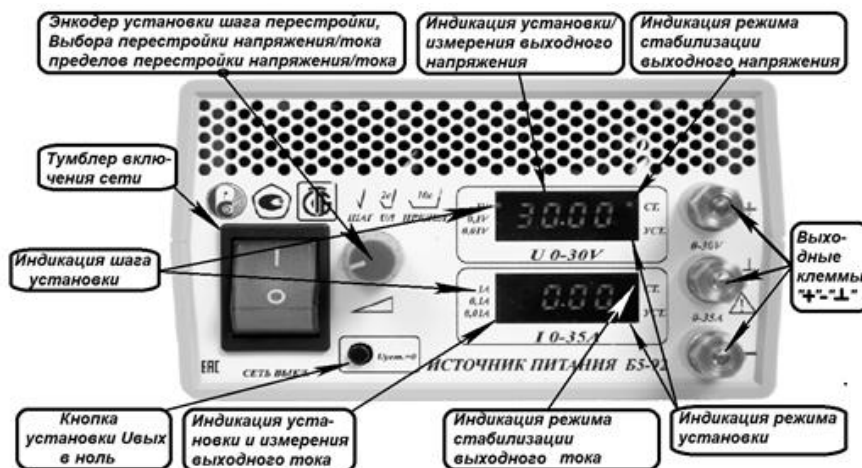

Рисунок 1.4 – Органы управления на передней панели источника питания.
1.4.9.2 Органы управления источника питания, расположенные на передней панели (см рисунок 1.4), имеют следующее назначение: